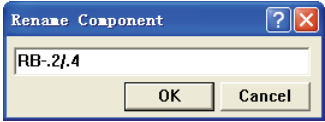

图 6-74 别名输入框
1) 执行菜单命令“Tools”→“Rename Component”，或单击左侧项目管理器“Browse SchLib”面板中的 **Rename...** 按钮，弹出如图 6-74 所示的对话框，在“Name”文本框中输入要添加的封装别名。